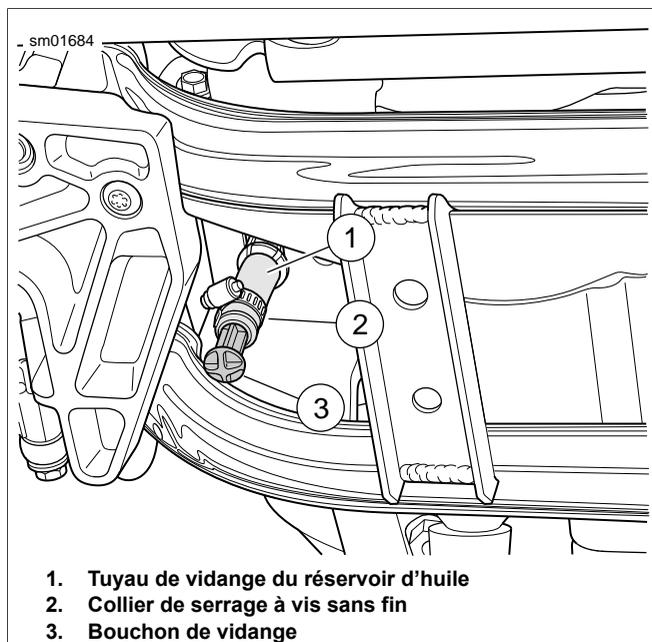

Figure 1-4. Tuyau de vidange du réservoir d'huile
3. Voir Figure 1-4. Placer un récipient approprié directement sous le tuyau de vidange (1) en bas et à l'arrière du carter moteur. Le récipient doit pouvoir contenir environ 2,8 L (3,0 qt).
4. Desserrer le collier de serrage à vis sans fin (2) Tirer le bouchon de vidange (3) à l'extrémité du tuyau de vidange. Vidanger totalement l'huile moteur du réservoir d'huile. Vidanger le carter moteur seulement s'il est nécessaire.